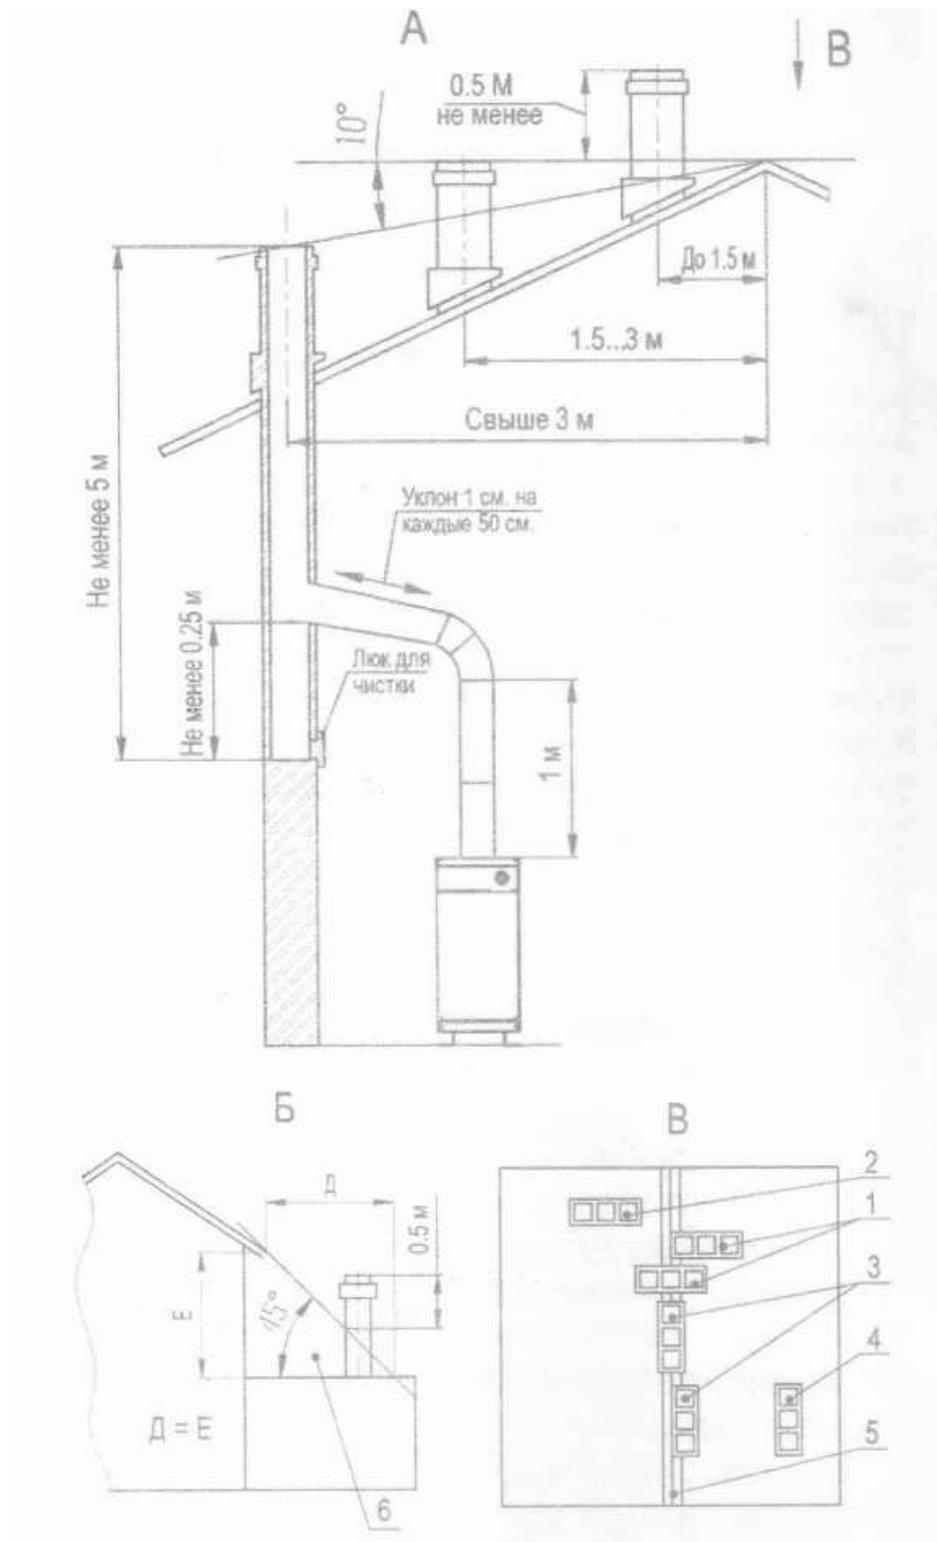
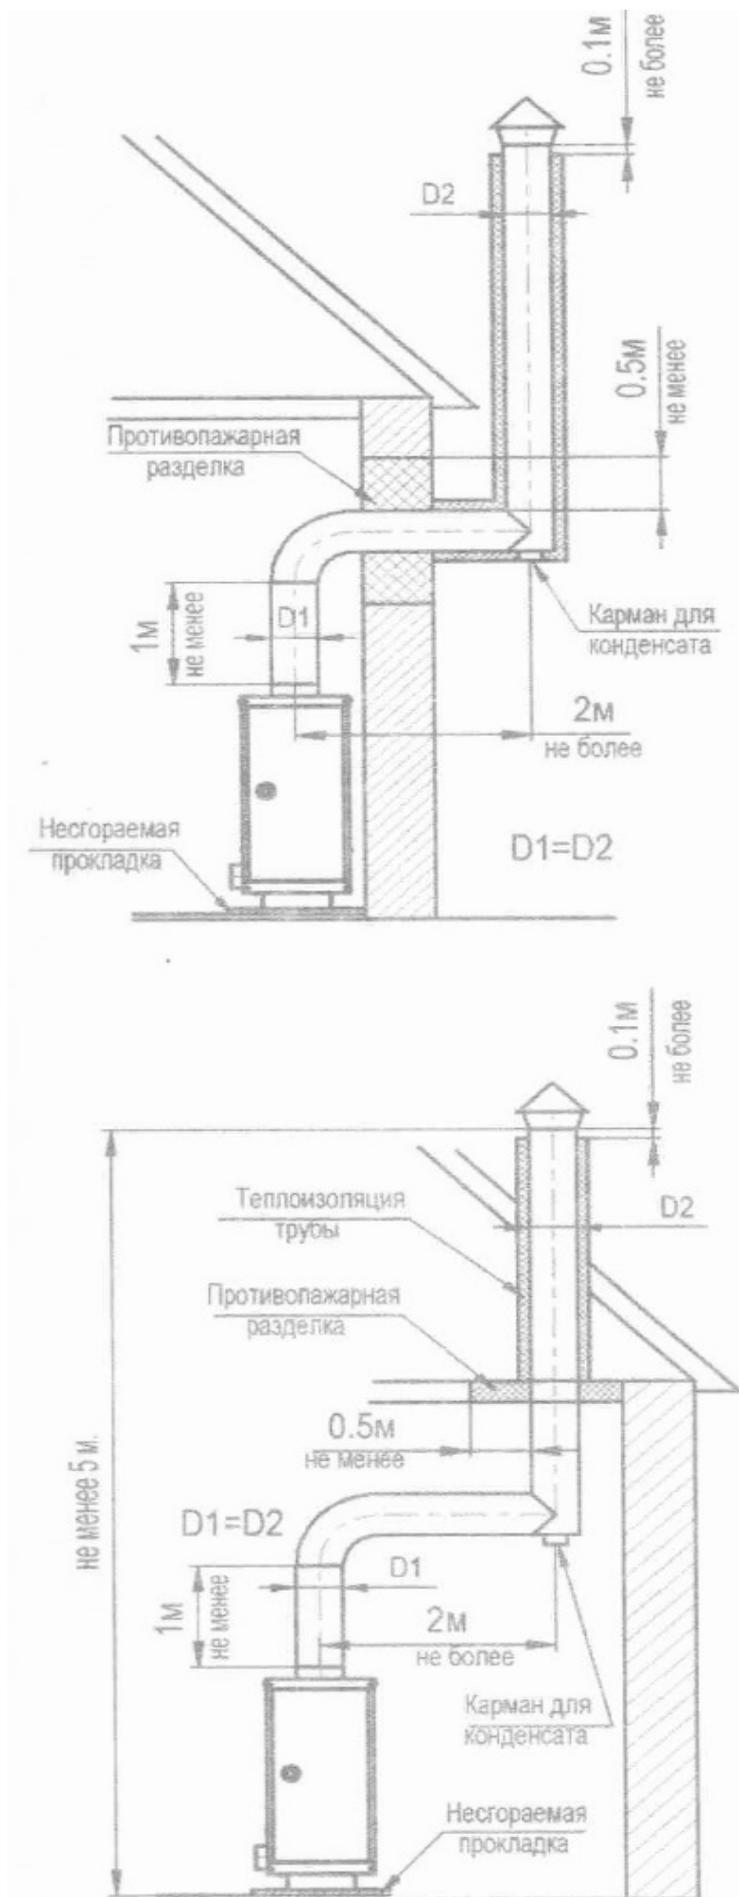

Рис. 3. Схема расположения дымовой трубы.
Рис. 4. Схема установки дымовой трубы с выводом через стену и с выводом через потолочное покрытие.
- 7.6. Котел работает при естественной тяге, создаваемой дымовой трубой за счет разницы холодного и нагретого воздуха, поэтому устройство дымовой трубы должно отвечать следующим требованиям см (рис.3, рис.4):
- высота трубы над крышей должна быть не менее размеров, указанных на рис. 3., обратите внимание на положение оголовка трубы с несколькими каналами относительно конька крыши;